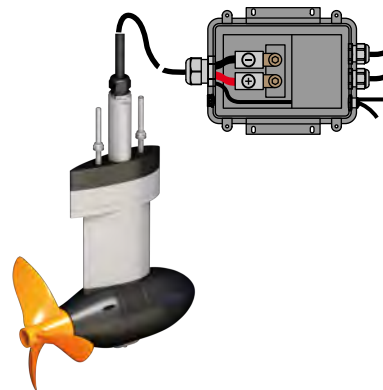

Fig. 11: Ledningsføring
1. Løsn skrue(r) (1) i elektronikboksen for at åbne den.
3. Tilslut de to effektkabler til hver sin pol med den tilsvarende mærkning (rød = +, sort = -; 5 Nm), "**Fig. 11: Ledningsføring**".